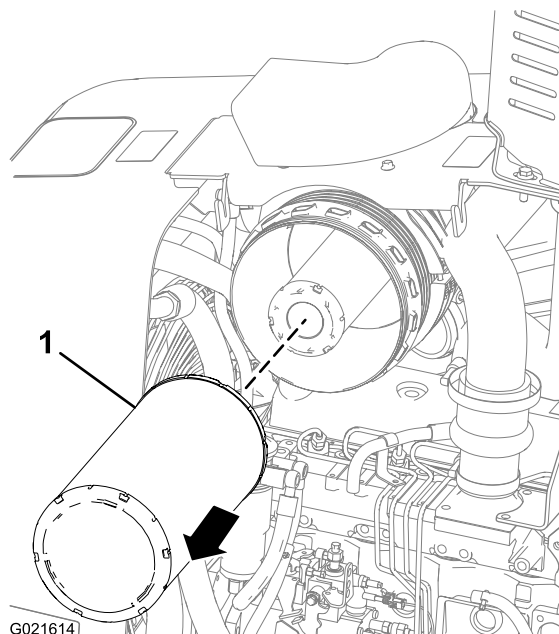

Figura 51
2. Puxe o elemento filtrante primário para fora, removendo-o do corpo do filtro de ar (Figura 51).
6. Introduza o novo elemento filtrante primário no corpo do filtro de ar (Figura 51).